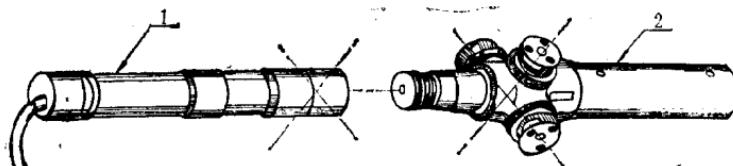

图3 激光准直仪与光学准直仪的比较
1. 激光准直仪与光学准直仪相似。(见图 3) 它的光束可精确地与按美国国家航空及宇宙航行空间标准加工的圆筒体表面对中。激光准直仪的机械轴与激光器的光学轴相重合。众所周知, 图中的激光器属安装用激光器或精密激光器。